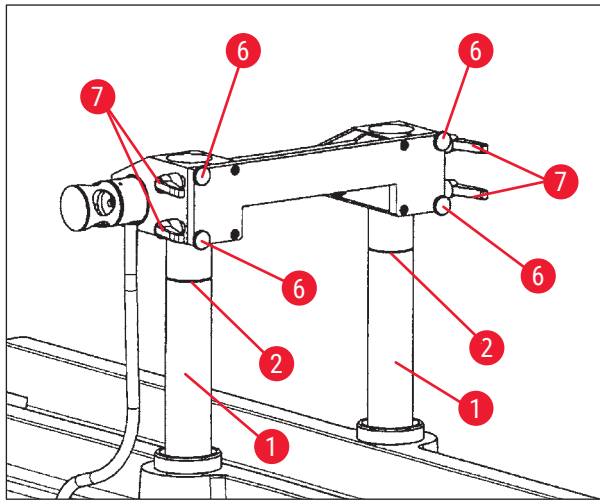

Abb. 85
- Den Messerhalter mit der Oberkante zur Nut (→ Abb. 83-2) in den Stützsäulen in der 100-mm-Position oder ganz oben für die 200-mm-Position, siehe (→ Abb. 85), platzieren.
- Den Messerhalter mit der Oberkante ganz oben auf den Säulen für die 200-mm-Position (→ Abb. 85) platzieren.
- Dazu die Stützsäulen wieder in die höchste Position bringen (→ Abb. 85) und den Messerhalter, wie in Kap. (→ S. 78 – 7.10.3 Höheneinstellung des Messerhalters) beschrieben, auf die 100-mm-Position einstellen.